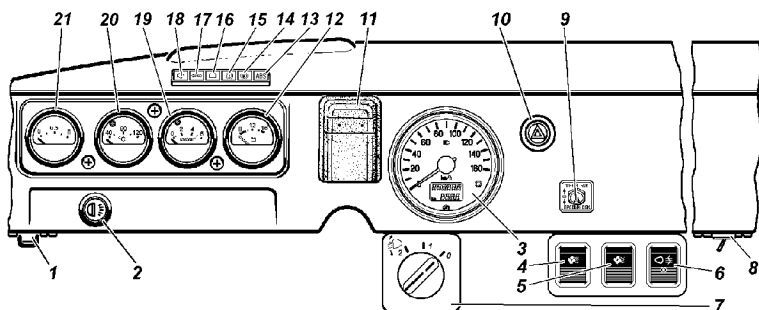

Рис. 3.2. Панель приборов (наименование позиций см. в тексте)
- 1 -панель приборов (см. рис. 3.2);
На панели приборов (рис. 3.2) расположены: